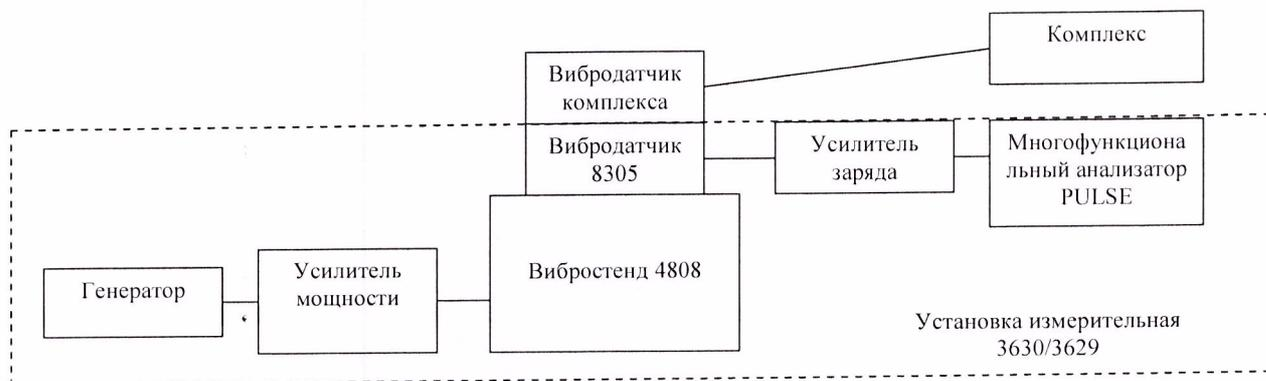

Рис. 2
7.4.1 Определение относительной погрешности измерений виброускорения проводить методом непосредственного сличения по схеме рис. 2. Эталонный вибродатчик 8305 из состава установки 3630/3629 и вибродатчик комплекса прикрепить друг к другу и установить на вибростенд 4808. Задать установкой 3630/3629 вибрацию с частотой 250, 500, 1000, 2000, 4000 Гц и амплитудой ускорения  $10 \text{ м/с}^2$ .